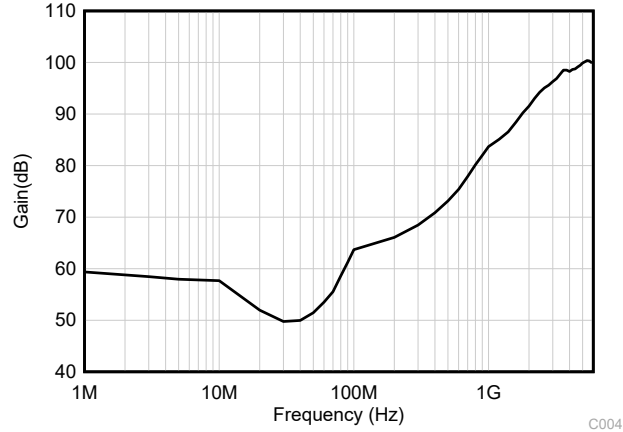

图 7-3. EMIRR 测试
TLV935x-Q1 使用集成电磁干扰 (EMI) 滤波来减少无线通信以及混合使用模拟信号链和数字元件的高密度电路板等干扰源产生的 EMI 影响。通过电路设计技术可改进 EMI 抗扰度；TLV935x-Q1 受益于这些设计改进措施。德州仪器 (TI) 已经开发出在 10MHz 至 6GHz 扩展宽频谱范围内准确测量和量化运算放大器抗扰度的功能。图 7-3 展示了对 TLV935x-Q1 执行该测试的结果。表 7-1 展示了 TLV935x-Q1 在实际应用中通常会遇到的特定频率下的 EMIRR IN+ 值。表 7-1 列出了可在下图所示的特定频率或其近似频率下运行的应用。运算放大器的 EMI 抑制比 (SBOA128) 应用报告包含了与运算放大器相关的 EMIRR 性能主题，该报告可在 [www.ti.com](http://www.ti.com) 上下载。